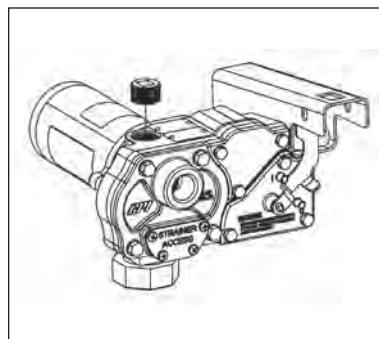

Figura 8
- Usando uma catraca ou extensão de unidade, remova o bujão da tubulação da porta de saída superior. (Figura 8)